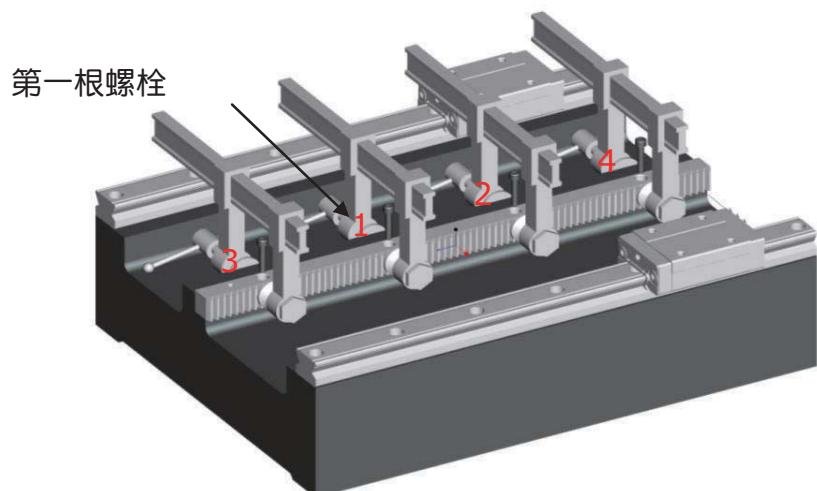

图 6
- 3.4 适当调整夹具位置，让齿条与床台支撑面完全贴合。以表 4 之螺丝锁紧扭力建议值，依图 6 显示之顺序，由齿条中央开始向两侧锁紧螺栓。